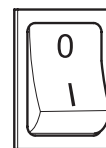

Fig. 9.1
Brancher le poêle au secteur en plaçant l'interrupteur d'allumage situé au dos du poêle sur (I) (Fig. 9.1). La mise sous tension est signalée par une série de bips par intermittence et par l'allumage de l'écran.